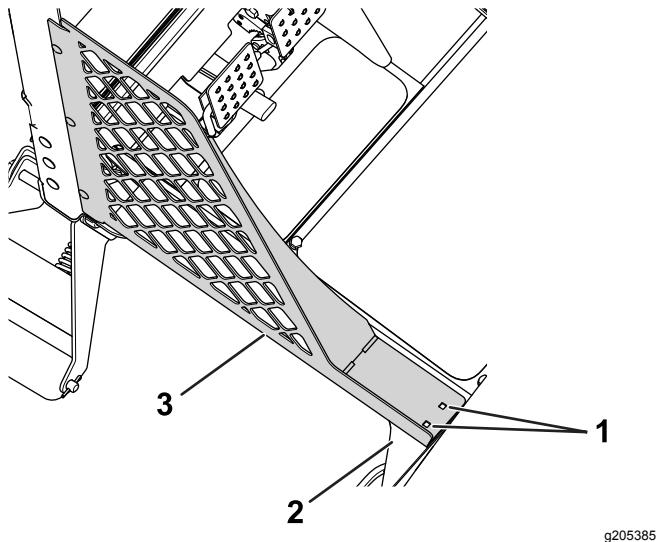

図 1
- A. 下パネルアセンブリとフットプラットフォームが出会うところにマーキングする図 1。